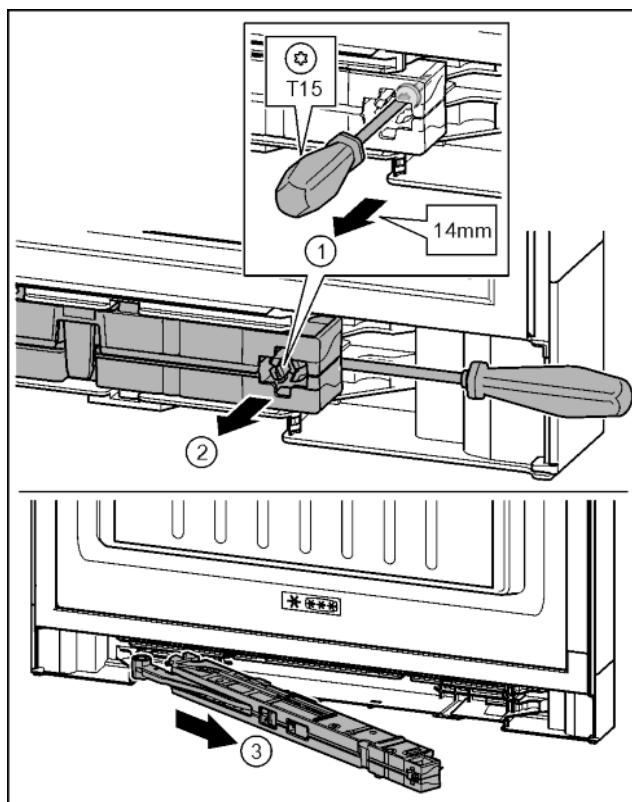

Fig. 17
- Allentare di circa 14 mm la vite nell'unità dell'ammortizzatore di chiusura con il cacciavite T15. Fig. 17 (1)
- Con un cacciavite portarsi lato maniglia dietro l'unità dell'ammortizzatore di chiusura. Ruotare l'unità in avanti. Fig. 17 (2)
- Estrarre l'unità. Fig. 17 (3)